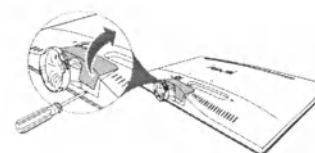

Рисунок 3
4. Подденьте крышку задней петли (Рисунок 3).